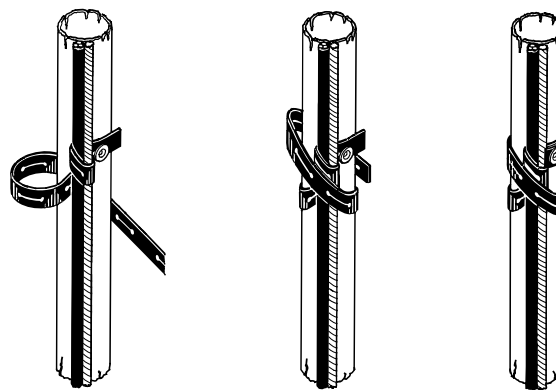

Рис. 17 Крепление кабеля
3. Расположите трос вдоль погружного кабеля, как показано на рис. 17.